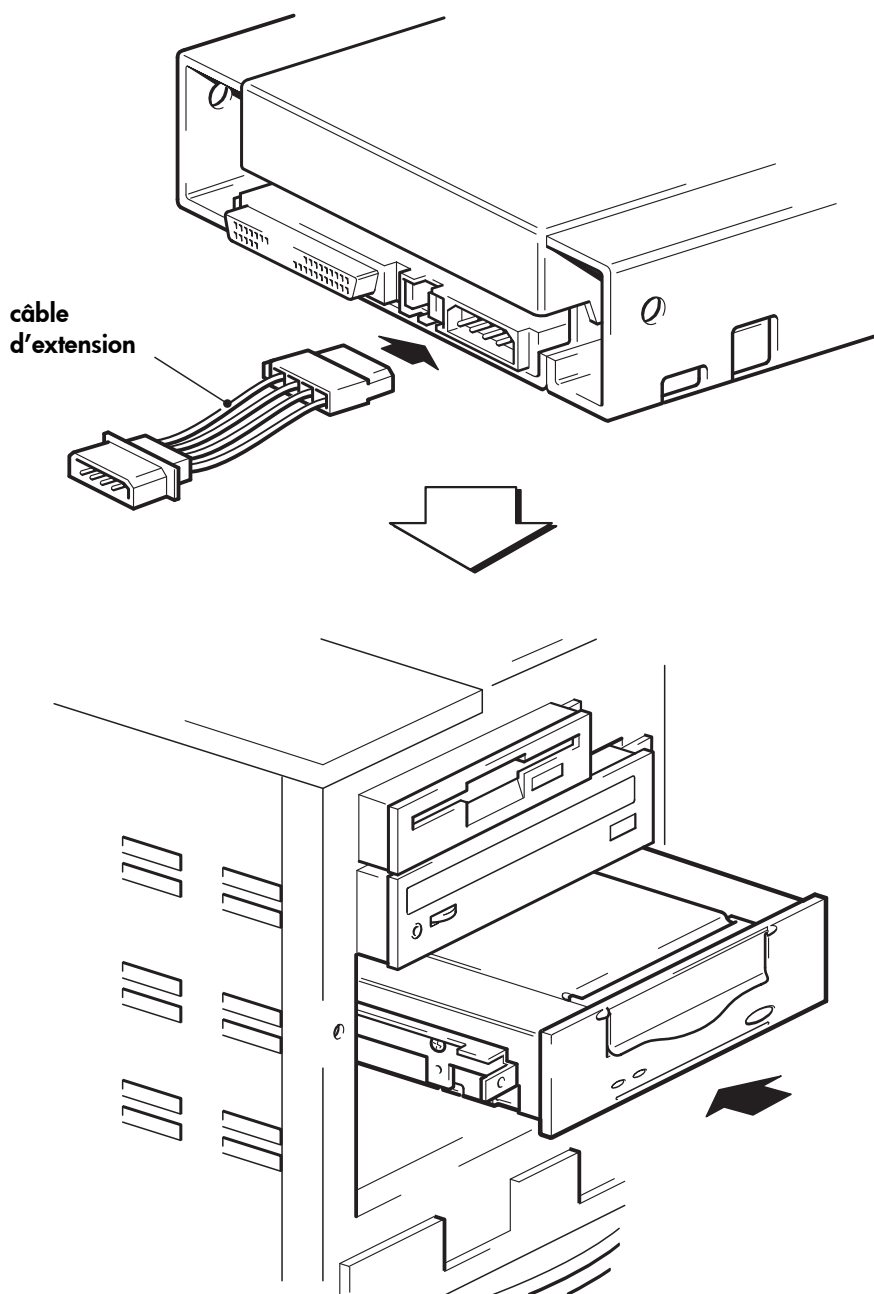

Figure 7 : installation du lecteur
- 1 Branchez le câble d'extension sur le connecteur d'alimentation situé à l'arrière du lecteur de bande, comme le montre la figure 7.
- 2 Glissez le lecteur de bande dans la baie ouverte en alignant les trous du châssis ou les rails sur les logements de la baie, comme le montre la figure 7.